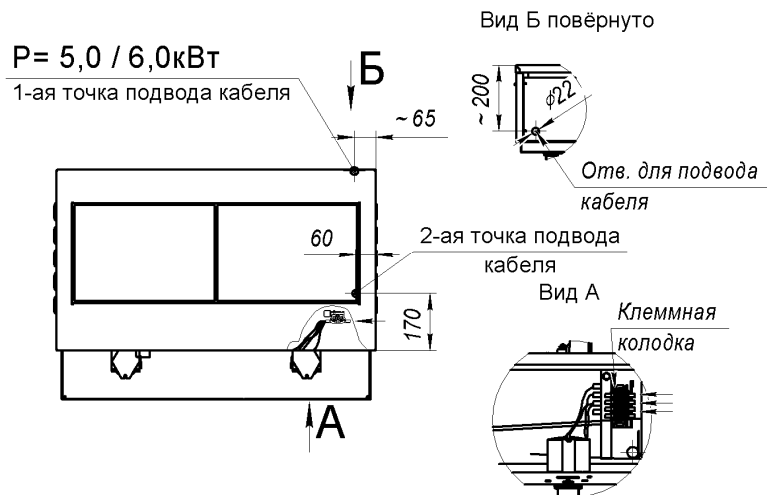

Рис.3
- 6.7 Рекомендуем, подвод электропитания к плите производить, скрытой в полу, трубной разводкой. Диаметр трубы – не менее 1/2" (Ø=22мм), высота от уровня пола не более 500мм (см. рис.3). Электропровода, заводимые в плиту, до блока клеммного, должны иметь термоустойчивую изоляцию, с температурой длительной эксплуатации не менее 150°C.